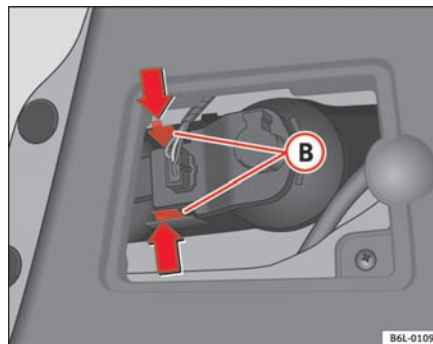

Fig. 154 Baglygte på bagagerumsklap
- Tryk på fatningens tapper **B** ⇒ fig. 154, og tag fatningen af.